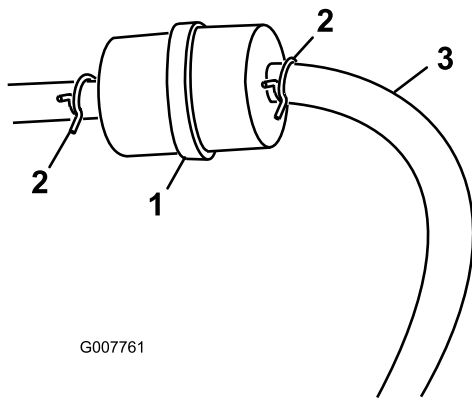

Figura 28
3. Apriete los extremos de las abrazaderas y deslícelas por el tubo alejándolas del filtro (Figura 28).
5. Instale un filtro nuevo y acerque las abrazaderas al filtro (Figura 28).
3. Afloje la abrazadera cerca del filtro de combustible y deslícela por el tubo, alejándola del filtro de combustible (Figura 28).
4. Desconecte el tubo de combustible del filtro de combustible (Figura 28).
Nota: Deje que el combustible se drene en un recipiente (Figura 28).
5. Instale el tubo de combustible en el filtro de combustible. Acerque la abrazadera al filtro de combustible para fijar el tubo de combustible (Figura 28).